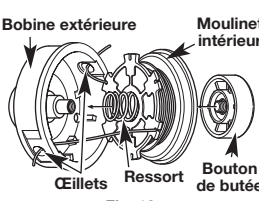

Fig. 19
1. Enfillez les deux extrémités de fil de coupe dans les œillets de la bobine extérieure. Installez le ressort dans le moulinet intérieur. Insérez le moulinet intérieur dans la bobine extérieure. Poussez le moulinet intérieur dans la bobine extérieure (Fig. 19).